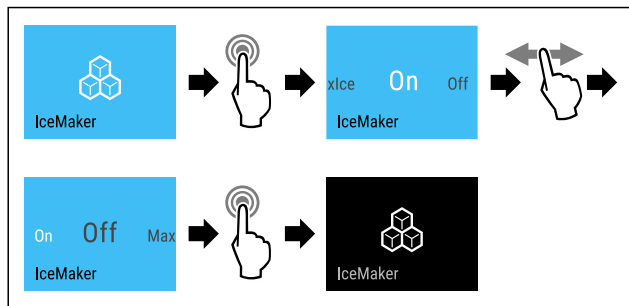

Fig. 23 Exempel med aktiv funktion IceMaker
- ▶ Genomför stegen (se Fig. 23).